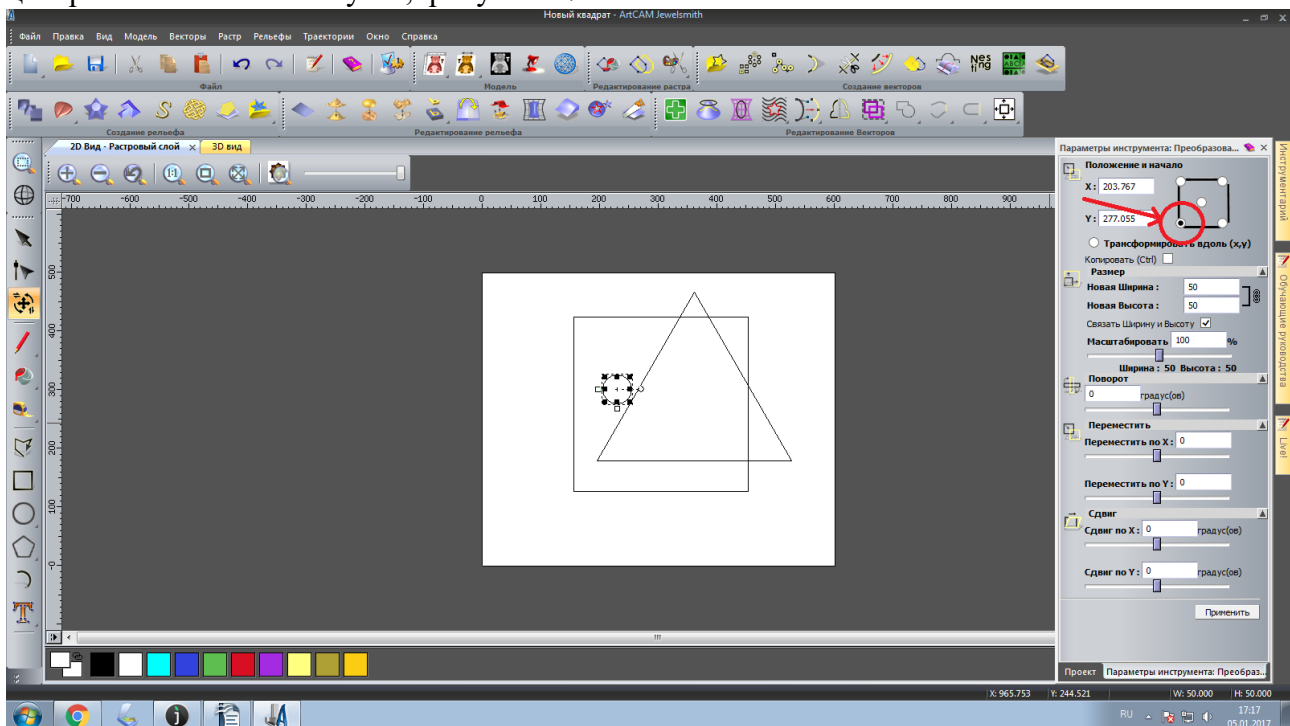

Рисунок 17. Новое положение круга
18. Измените положение круга. Переместите фигуру к началу координат. Для этого на панели «Параметры инструментов» в пункте «Положение и начало» переставьте индикатор из центра в левый нижний угол, рисунок 17